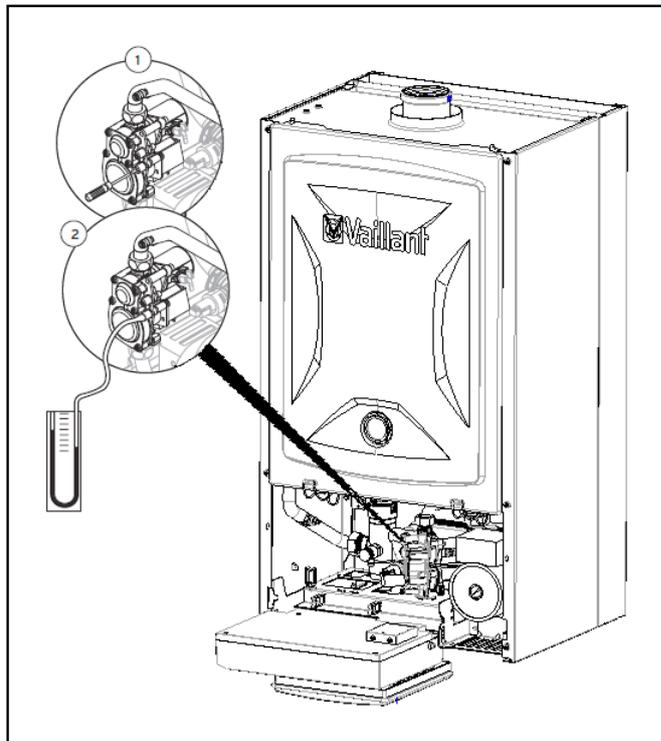

图 6.3 检测额定负荷
- 拧松燃气阀（图 6.3 中的 1）上的密封螺杆；
- 连接数字压力表或 U 形管压力计（图 6.3 中的 2）；
- 拧下燃烧室盖板（图 6.3 中的 3）上的四个螺丝，取下盖板；